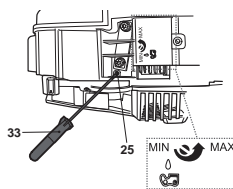

Fig. 16
3. Pour ajuster le flux d'huile, tournez la vis de réglage (25) du graisseur situé sous l'appareil, à l'aide du tournevis fourni (32) (Fig. 16).